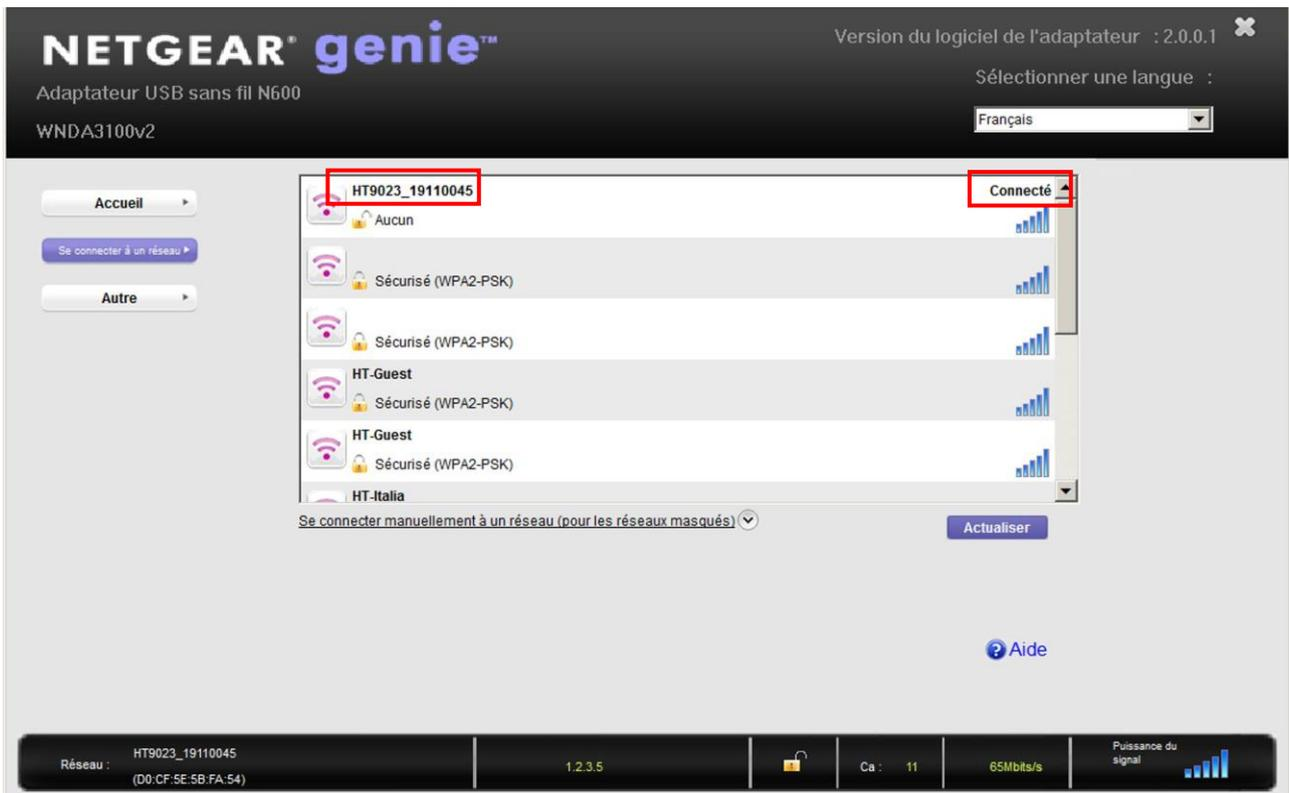

Fig. 15: Connexion WiFi de l'instrument au PC (exemple)
5. Recherchez l'outil «HT9023_xxxxxxx» dans le périphérique WiFi présent sur le PC et connectez-vous comme indiqué dans l'exemple de la Fig. 15 suivante)